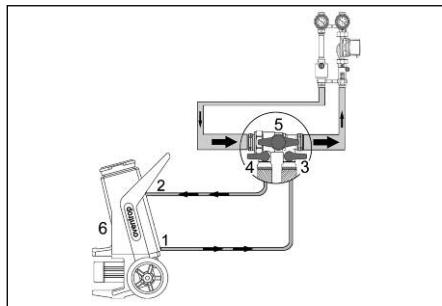

Fig. 6.10 Remplissage à l'aide de l'ensemble de remplissage et de rinçage
- Raccorder l'ensemble de remplissage et de rinçage à la station solaire d'un côté et à la station de rinçage et de remplissage de l'autre côté (fig. 6.10) en respectant la direction de refoulement du circulateur!